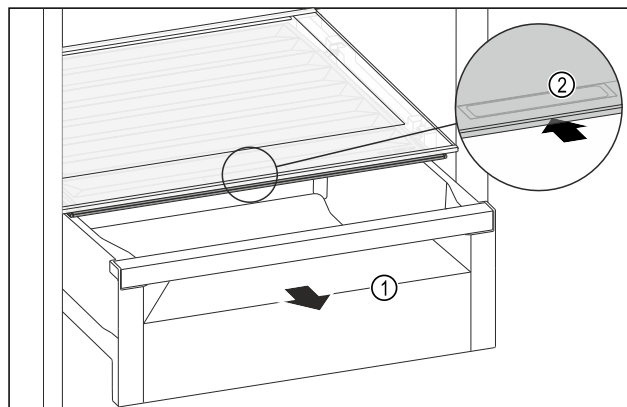

Fig. 221
- Estrarre il cassetto Fig. 221 (1).
- Afferrare la maniglia incassata Fig. 221 (2) sul coperchio dello scomparto e spingere allo stesso tempo all'indietro il coperchio dello scomparto.